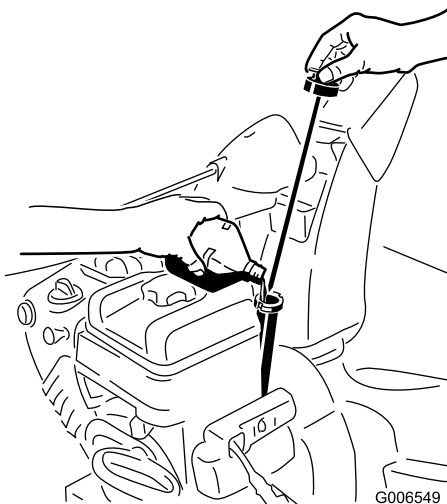

Figure 43
2. Sortez de nouveau la jauge et contrôlez le niveau d'huile (Figure 43). Ajoutez de l'huile, si le niveau est en dessous du repère du minimum sur la jauge (voir Plein d'huile du carter moteur).